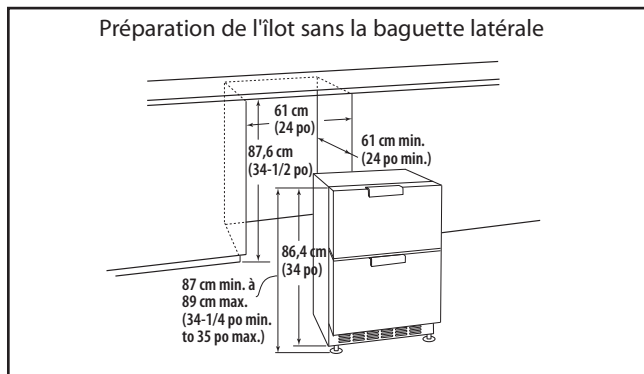

Fig. 04a
- Les éléments adjacents et le plan de travail peuvent être aménagés autour de l'unité à condition de ne pas installer de baguette supérieure ou de plan de travail en dessous du haut du tiroir supérieur. Voir Fig. 04a.
- Déterminer la hauteur minimum de l'ouverture du plan de travail (Fig. 04a).
- Abaisser les pieds réglables avant et arrière (Fig. 04a) de manière à ce que le haut de l'élément du tiroir se trouve à 1/8" de moins sur le dos de l'élément et à 1/2" de moins sur le devant de l'élément que l'ouverture du plan de travail.